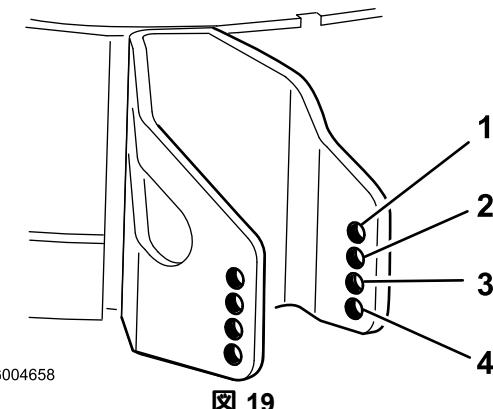

図 19
4. 設定した刈高に一番近い数値の穴を、芝削り防止ローラの取り付け穴とする(図 19)。